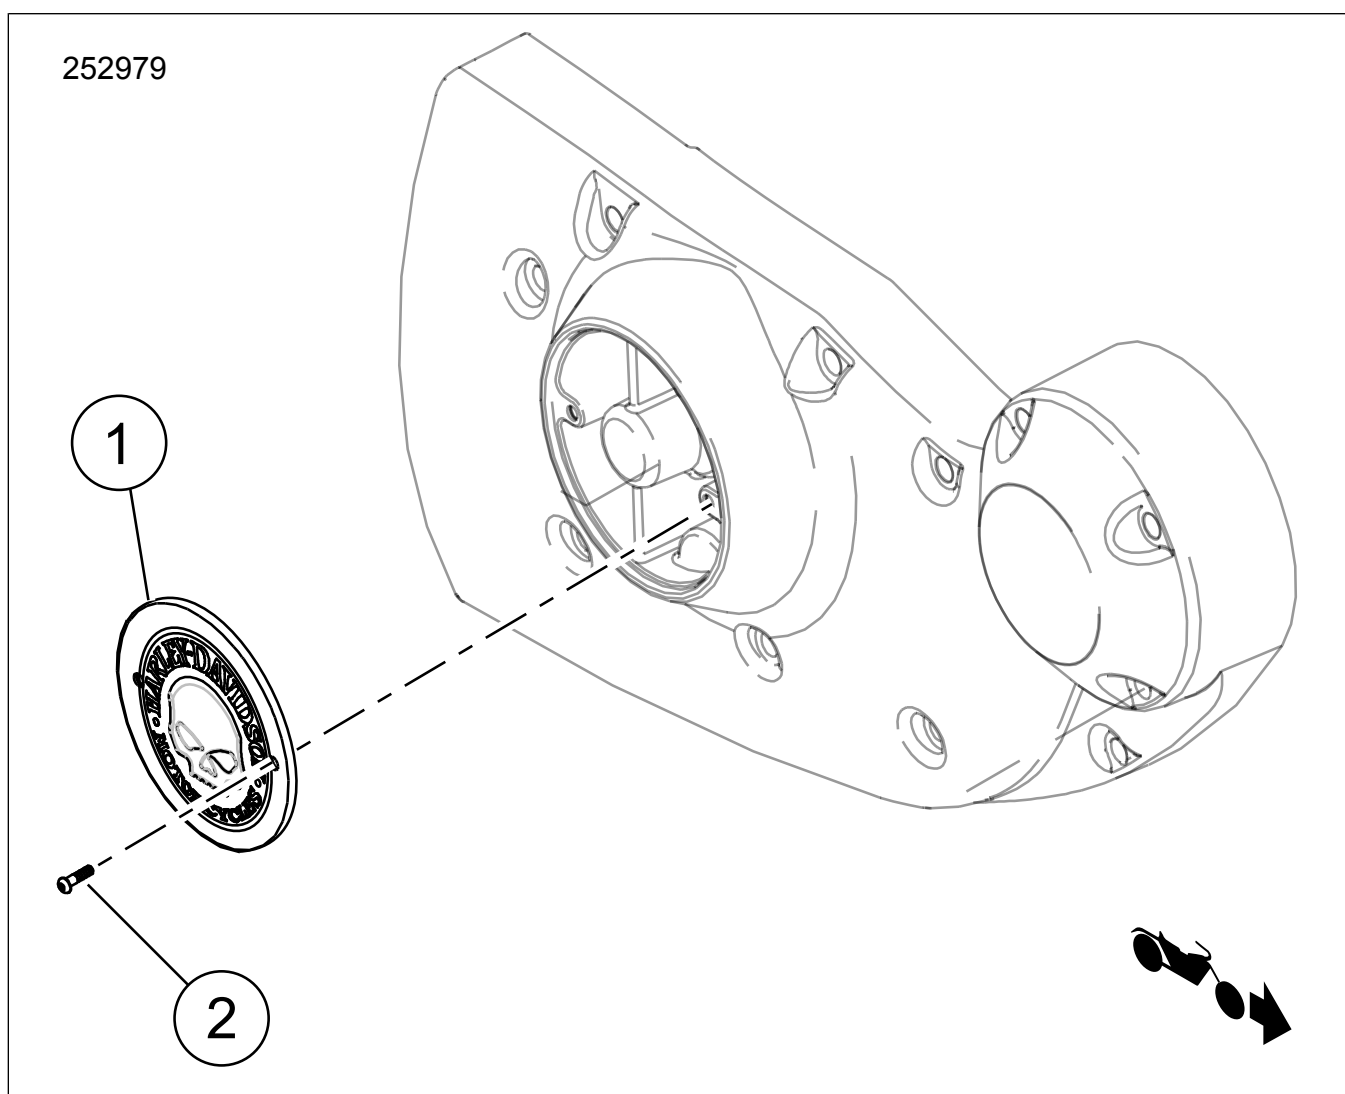

Рисунок 1. Содержимое комплекта Компоненты крышки таймера
2. См. Рисунок 1. Снимите и утилизируйте Оригинальное оборудование (ОЕ) винты и крышку таймера.